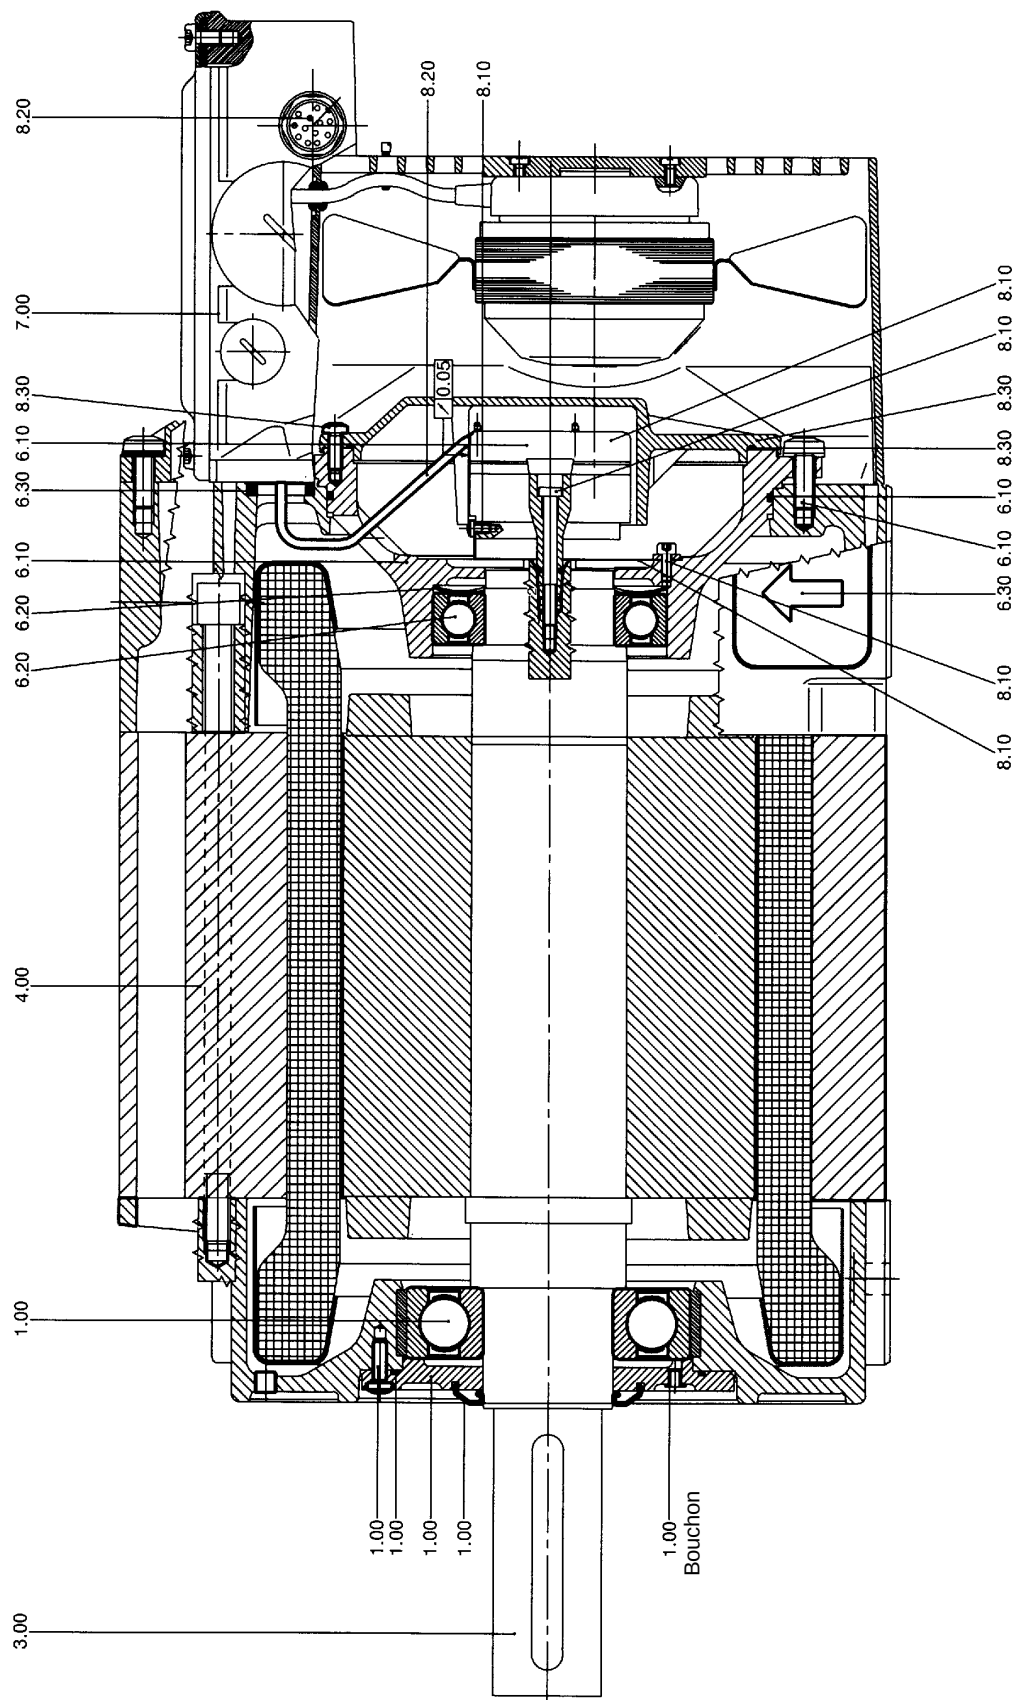

Fig. 9 PH7 IM B3
- Engager le capteur avec l'arrêt en rotation monté sur la portée conique du rotor de moteur et le fixer au moyen de la vis ; respecter le couple de serrage maximal (voir Fig. 9 et tableau). Retenir éventuellement le rotor du moteur.